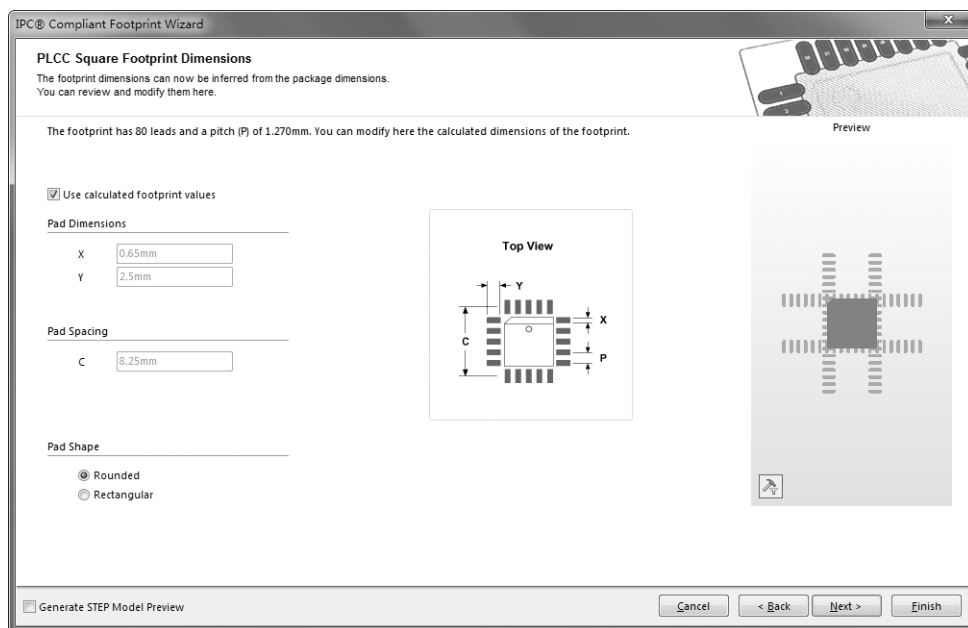

图 11-48 焊盘位置和类型设置对话框
(9) 单击“Next”（下一步）按钮，进入焊盘位置和类型设置对话框，如图 11-48 所示。单击单选框可以确定焊盘位置，采用默认设置。